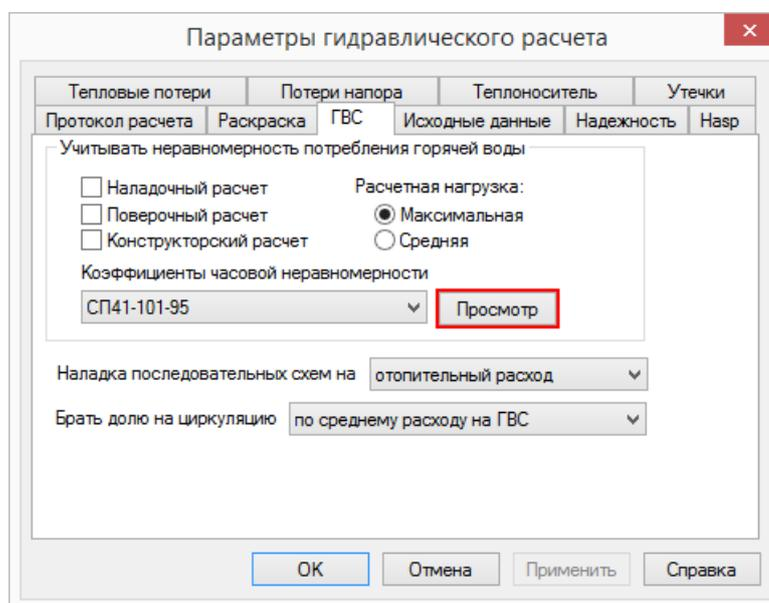

Рисунок 20.29. Диалог настройки расчетов. Вкладка «ГВС»
3. Далее нажмите кнопку Настройки, откроется диалог настройки расчетов для выбранного слоя (см. Рисунок 20.29, «Диалог настройки расчетов. Вкладка «ГВС»»).